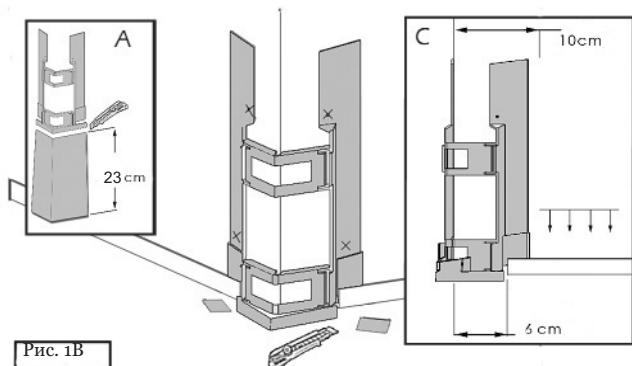

Рис. 1В
2. Отрежьте по горизонтали 23 см от низа (Только для нижнего угла) (рис. А). Обрежьте полосы в нижней части, которые могут помешать стартовой полосе (рис. 1 В). Отрежьте часть стартовой полосы (рис. 1 С), а затем закрепите гвоздями сверху и снизу (Отмечены «Х» на рисунке 1 В).